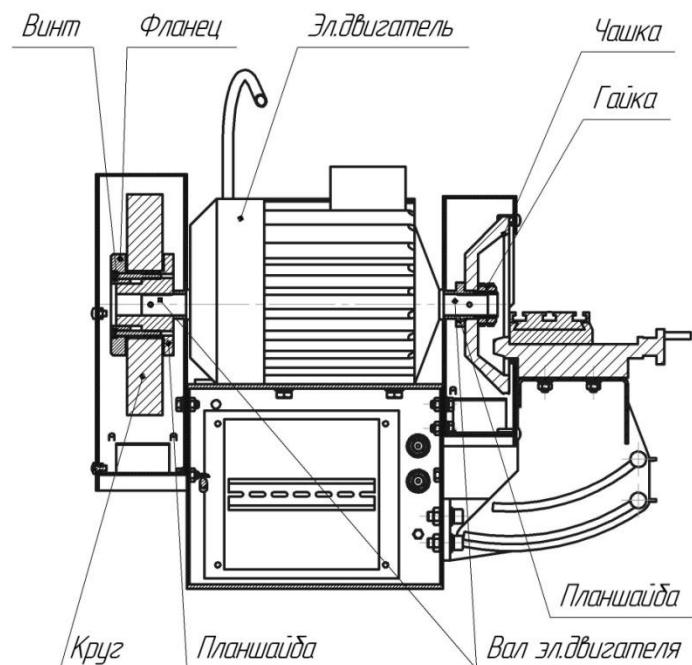

Рис. 2 Крепление шлифовального круга.
2.2.1 Крепление шлифовального круга (рис.2)
Установка подручника 4 и стола 11 в требуемом положении производится перемещением их в пазах кронштейнов 3 и 12, которые, в свою очередь, крепятся к подставке (тумбе) и могут перемещаться относительно нее. На валу электродвигателя имеются планшайбы для установки круга 5 и алмазной чашки 10. Крепление кругов см. рис. 2.
- 9.4 Для смены круга на станке снять крышку кожуха, отвернуть шесть винтов M8 фланца (см. рис.2), снять фланец и круг.